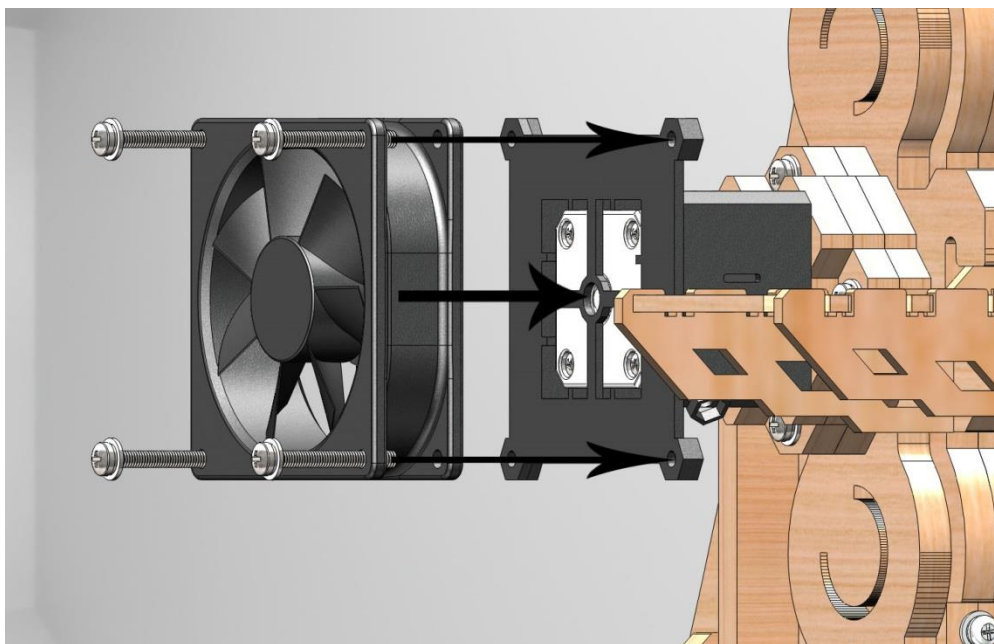

Рисунок 43
30. Прикрутить все три вентилятора **Р** через отверстия винтами М4х40мм к деталям **Р**. (рисунок 43)